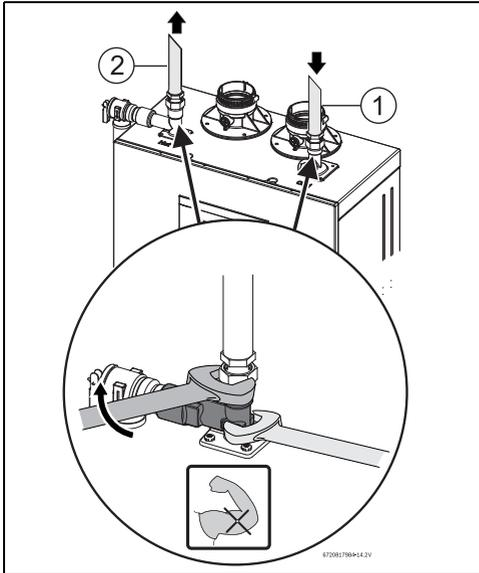

Fig. 28
- ▶ Serrer tous les raccords d'eau avec le support d'une clé plate, voir fig. 28.